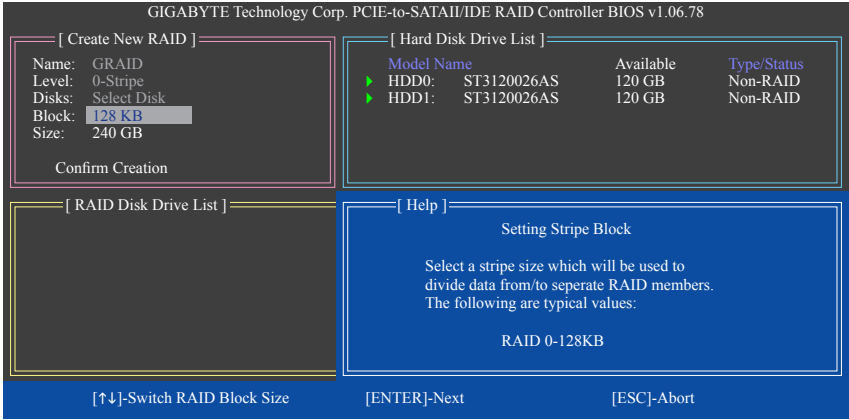

图6
4. 设定磁盘区块大小(Block)：若选择制作RAID 0，需指定磁盘区块大小。使用<↑>或<↓>键选择需要的磁盘区块大小(图6)，可调范围是从4 KB至128 KB。完成后按<Enter>键。